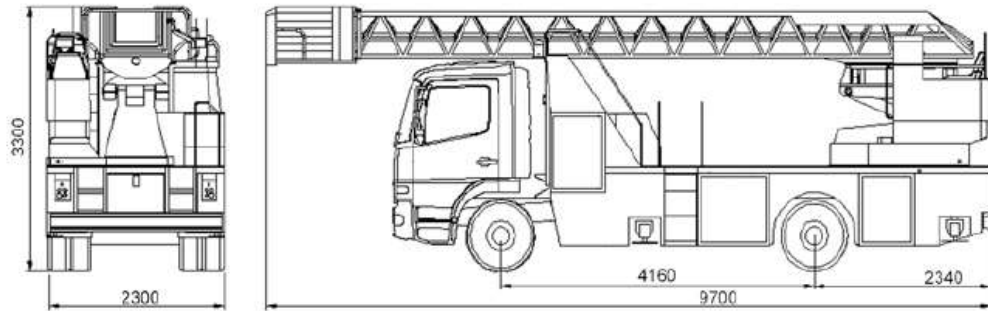

Figure 11 : Dimensions de l'auto-échelle DLA(K) 23-12
- hauteur : 3,30 mètres (cfr. Figure 11) ;